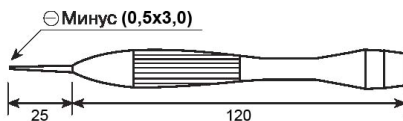

Рисунок 3
10.4 Подключение ПИ-М производить заводским стандартным инструментом (отвертка – 0,5х3,0 - рисунок 3). Момент затяжки винтов клемм 0,5 Н•м.